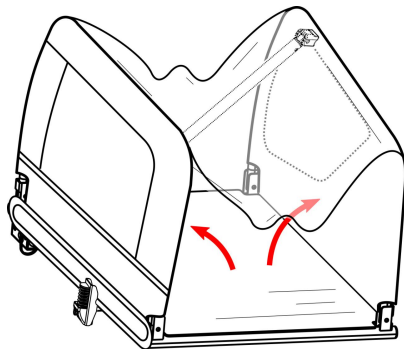

Abbildung 1
Nehmen Sie den Hauptrahmen des Anhängers und alle anderen Komponenten aus dem Karton. Schwarze Schutzkappen an 4 Ecken entfernen. Heben Sie beide Seitenwände in eine aufrechte Position (Abbildung 1).
1. Schnellspanner - Achse: Entfernen Sie den Schnellspanner von der linken Seite der Hinterachse des Fahrrads. Montieren Sie die Kupplung zwischen Schnellspanner und Rahmen. Ziehen Sie den Schnellspanner gemäß der Anleitung des Fahrradherstellers fest. Die Anhängerkupplung kann beim Abnehmen des Anhängers am Fahrrad verbleiben (Abbildung 1 1).
2. Mit Mutter versehene Achse: Schrauben Sie die Mutter mit Unterlegscheibe von der linken Seite der Hinterachse des Fahrrads ab. Montieren Sie die Kupplung an der Achse und schrauben Sie die Mutter mit der Unterlegscheibe wieder fest (Abbildung 1 2).
Schließen Sie die Kupplung an der Anhängerkupplung an und sichern Sie den Sicherheitsstift (Abbildung 1 3). Sobald die Anhängerkupplung befestigt ist, wickeln Sie den Sicherheitsgurt um den Rahmen des Fahrrads und haken Sie ihn in den D-Ring an der Anhängerkupplung ein.
Befestigen Sie zwei Griffaufnahmen an den hinteren Rahmenrohren, indem Sie die Muttern festziehen. Drücken Sie an den Griffenden die Federknöpfe und schieben Sie den Griff in die Lenkeraufnahmen, bis zwei Federknöpfe durch die Löcher herauspringen (Abbildung 1 4). Um den Griff zu entfernen, drücken Sie die Knöpfe und ziehen Sie den Griff nach oben.
Stecken Sie das Rechteckrohr am Vorderrad in die Rechteckhalterung unter dem Vorderrahmen des Anhängers. Stellen Sie sicher, dass die Löcher an beiden Rechteckrohren ausgerichtet sind. Arretieren Sie das Vorderrad mit dem Schnellspanner (Abbildung 1 5).